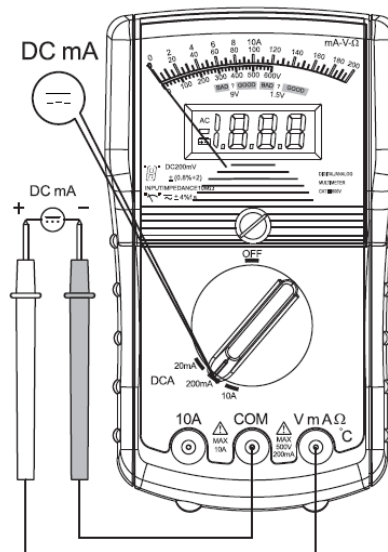

Рисунок 5
6.3. Измерение постоянного тока миллиамперного диапазона (см. рисунок 5)